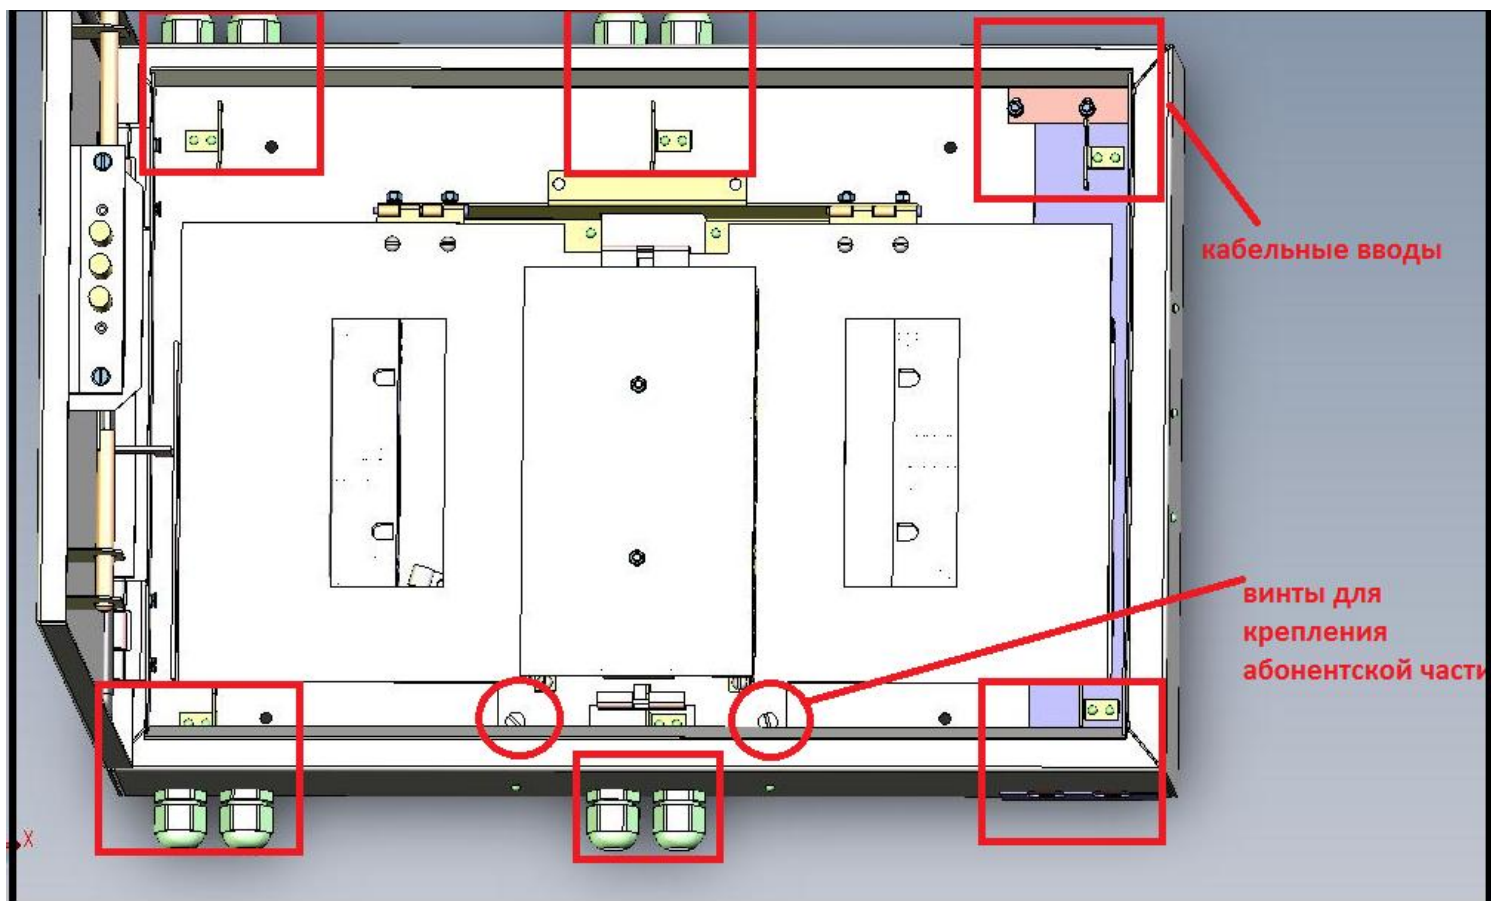

Рисунок 3. Ввод и крепление оптического кабеля
- Откинуть винты крепления абонентской части (Рис.3).